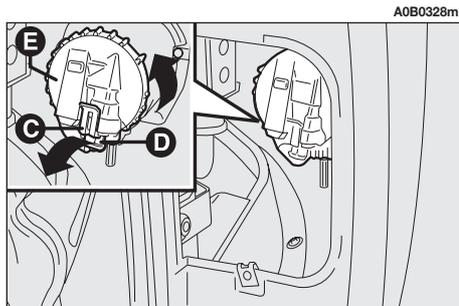

fig. 34
- Sganciare la molletta (**C-fig. 34**) e scollegare il connettore (**D**) dal gruppo ottico.
– Rimontare il coperchio (**E-fig. 34**) e collegare il connettore (**D-fig. 34**) al gruppo ottico.